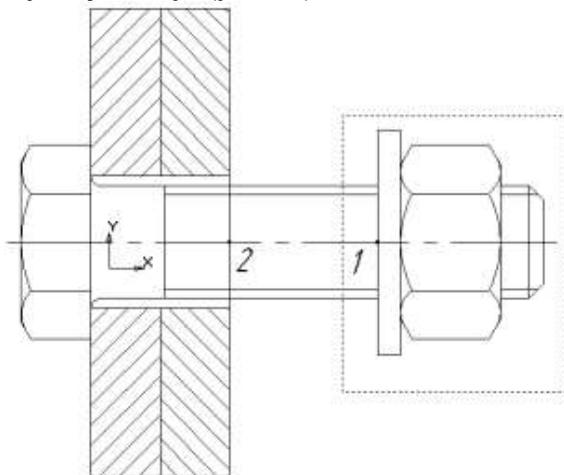

Рисунок 52. Деформация объектов
- Постройте рамку выбора (рис. 52).